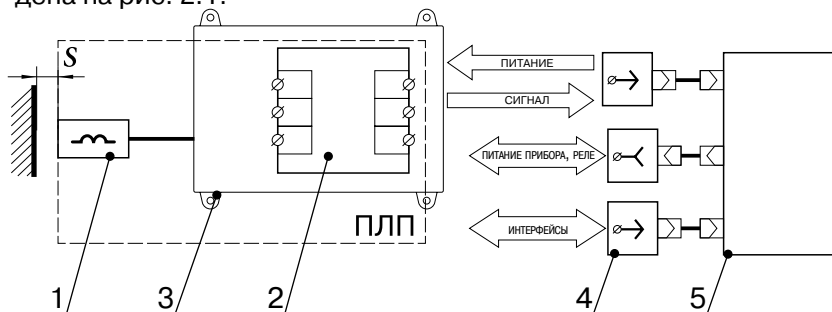

Рис. 2.1.
- 2.1. Функциональная схема измерительного канала осевого сдвига приведена на рис. 2.1.